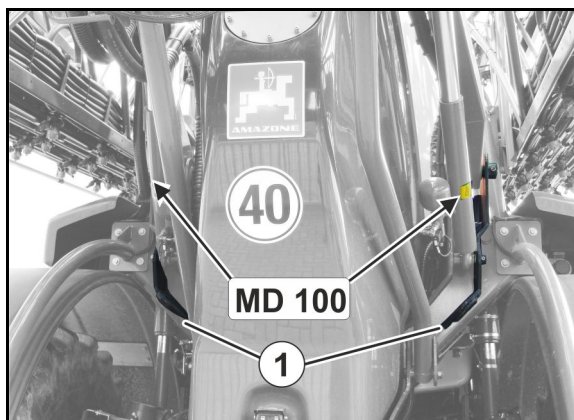

Bild 5
- 2 surrningspunkt baktill (Bild 5/1)